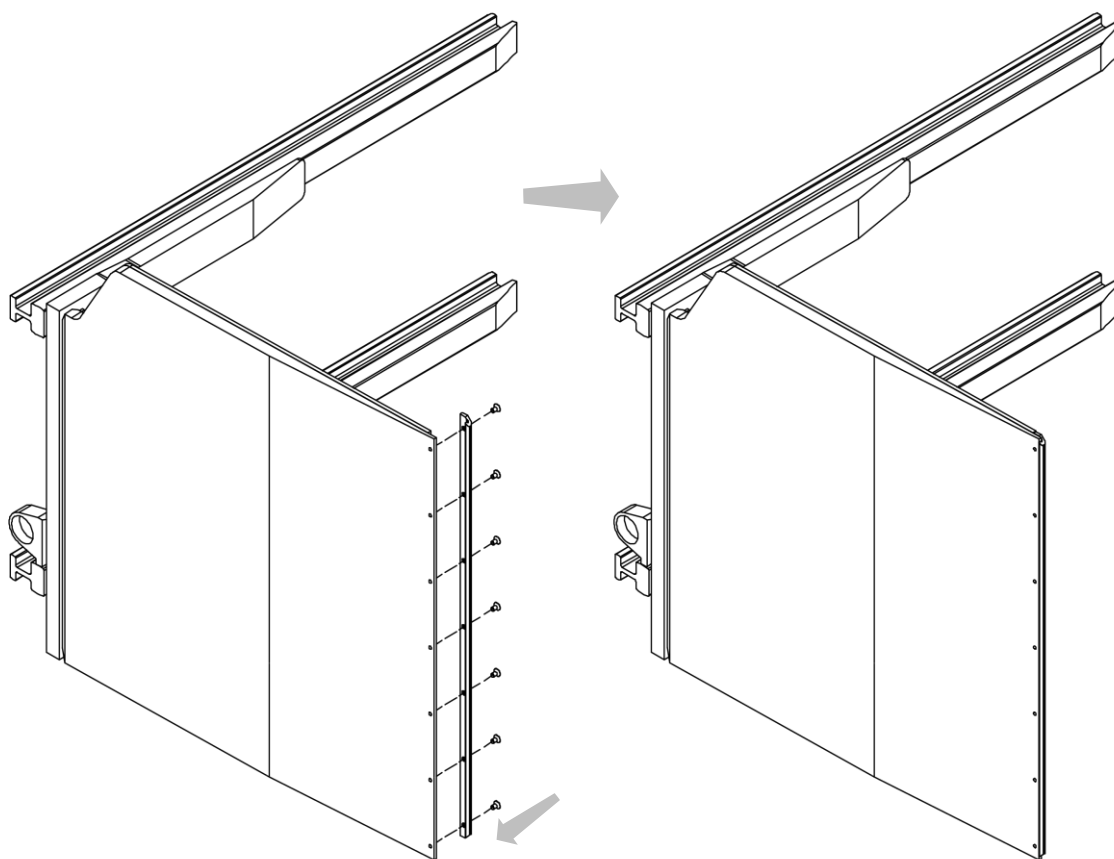

Figure 34
2. Monter les embouts de protection sur les mâchoires (voir *Figure 34*).